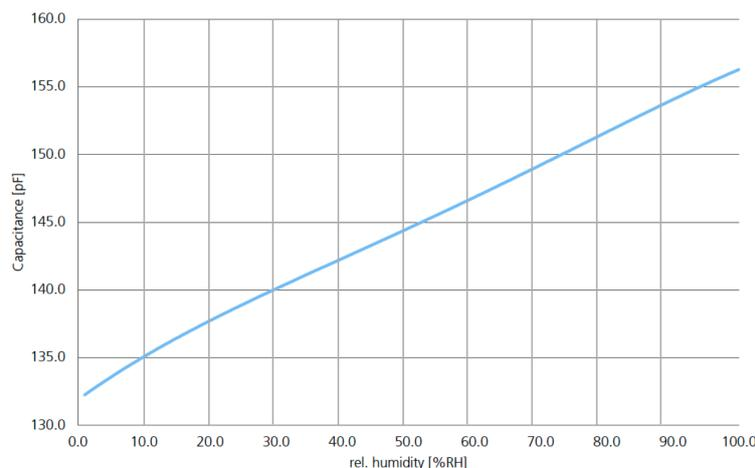

FIGURE I-2 – Courbe d'étalonnage du capteur
3. On utilise le condensateur en tant que capteur d'humidité dont on donne la courbe d'étalonnage (figure I-2). Déterminer le degré d'hygrométrie de la pièce dans laquelle il est plongé sachant que le pont de Sauty est équilibré pour $C_0 = 1,44$ nF avec $R_1/R_2 = 0,1$.